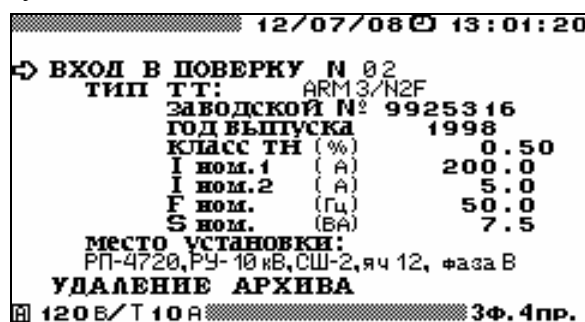

Рисунок 4.7.2 Окно параметров поверки ИТТ
В окне входа в поверку ТТ (рисунок 4.7.2) отображаются параметры поверяемого ИТТ, перемещение по пунктам осуществляется с помощью клавиш "↓" и "↑".
Для изменения любого из параметров, соответствующих выбранному типу ИТТ (рисунок 4.7.2), необходимо подвести курсор к соответствующему параметру и нажать клавишу "ENT".
- заданное в окне параметров поверки (рисунок 4.7.2) номинальное значение полной мощности нагрузки поверяемого ИТТ (В·А);
- заданное в окне параметров поверки (рисунок 4.7.2) номинальное значение тока вторичной обмотки (А);